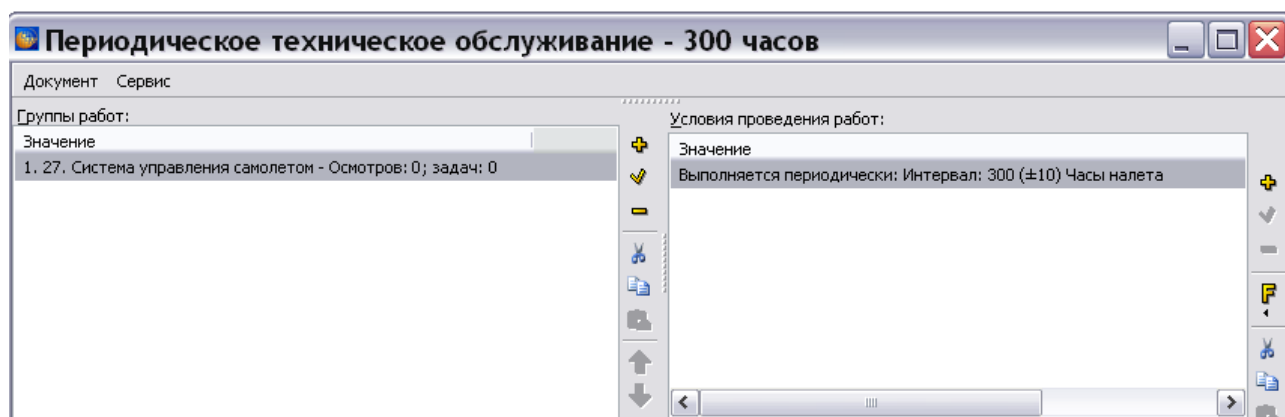

Рис. 9.75
3. Выберите из списка название формы. В рассматриваемом примере имеется форма с названием «Форма А». После выбора формы в окне **Условия проведения работ** появится вид работ и условие проведения работ (Рис. 9.75).